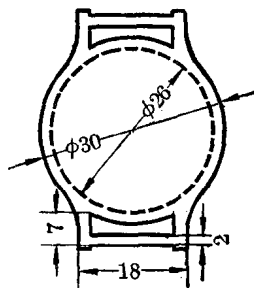

图 1
1. 做一只表面 取一块硬纸板如图1剪成直径30毫米，两边有方形环的圆块两块，其中一块把方环的中间和表面部分都挖空，另一块只把方环的中间挖空，然后在表面部分糊一层白纸，制成了星期“手表”的底板。按照手表的式样，在底板上写1~12数字，表示月份。
1. 先看清图1吸蚊器的构造。